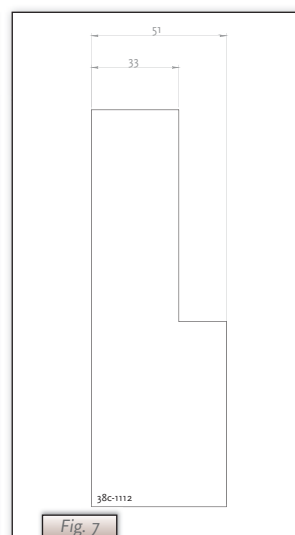

Fig. 7
- ➡ Schroef de 6 parkers (S) los van de middelste plaat (T);
- ➡ Stel de afstand van de restrictie in met bijgeleverde mal (zie Fig. 7) volgens:
- ➡ Zet de restrictieschuif vast m.b.v. de inbusbout (U);
6.8.2 Luchtinlaatgeleiders (L)